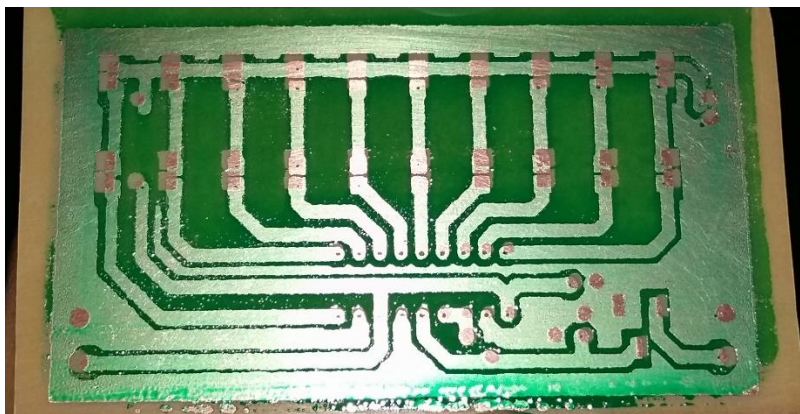

Figura 45. Antisolder impreso en la baquela.
- Cuando seque la tinta UV debe quedar brillante, de no ser así aplíquele colofonia con thinner para un mejor acabado. En la figura 45 se muestra como debe quedar el antisolder en la baquela